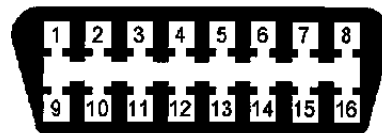

Рис. 2. Колодка OBD-II.
- На а/м ГАЗ с двигателями под нормы Евро3 и двигателями Chrysler 2.4L DOHC устанавливается 16-ти, контактная диагностическая колодка стандарта SAE J1962 (OBD-II) (см.рис.2). Колодка расположена под рулевой колонкой справа (над педалью акселератора).
- На а/м УАЗ устанавливается 16-ти контактная диагностическая колодка стандарта SAE J1962 (OBD-II) (см.рис.2). В зависимости от года выпуска, она расположена в моторном отсеке справа, рядом с блоком управления двигателем или в салоне под рулевой колонкой. Также на более старых автомобилях в моторном отсеке может быть установлена 12-ти контактная диагностическая колодка ГАЗ-12.